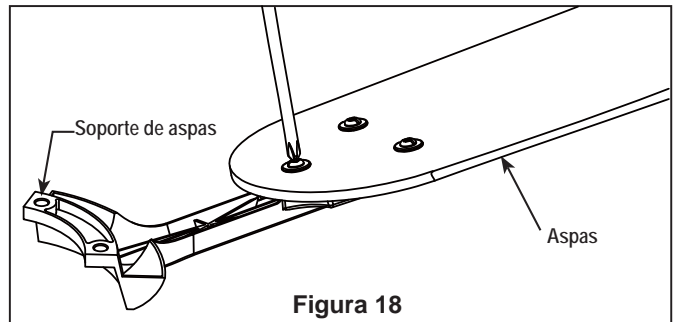

Figura 18
1. Coloque el aspa sobre el soporte de aspas con los pilotes roscados a la vista. Asegúrese de que la parte inferior del aspa se encuentre bien apoyada sobre el soporte. Con un destornillador Phillips, fije los tornillos con cabeza de arandela de 3/16"-24 para asegurar la placa en el brazo de sujeción de las palas. (Figura 18)